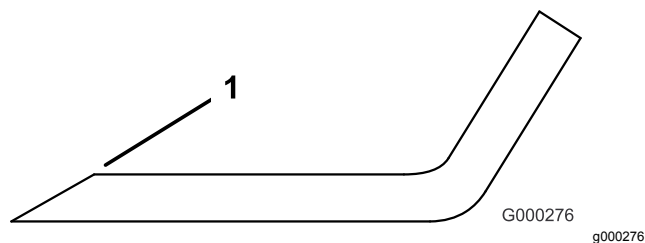

Figure 105
3. Examinez les tranchants de toutes les lames et aigüez-les s'ils sont émoussés ou ébréchés (Figure 105).
Remarque: N'aigüez que le haut du tranchant et conservez l'angle de coupe d'origine pour obtenir une coupe nette (Figure 105). Limez la même quantité de métal sur chacun des deux tranchants pour ne pas déséquilibrer la lame.